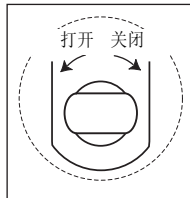

图 3 - 泄压阀操作
- 使用泵手柄的矩形端，逆时针转动溢流阀杆，将阀打开（转动圈数不要超过两圈）。见图 3。